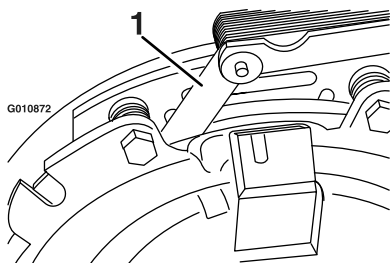
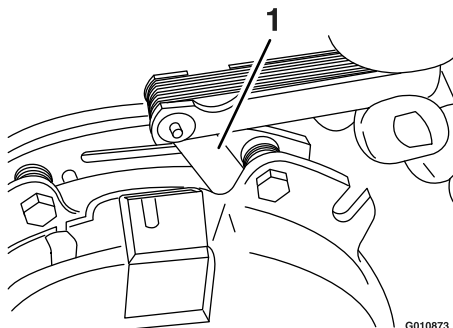

Figura 80
Figura 81
- E. Servendovi di uno spessimetro con spessore di 0,25 mm, verificate la presenza di un traferro tra il rotore e l'indotto, a entrambi i lati del giunto del freno, come illustrato nella Figura 80 e nella Figura 81.